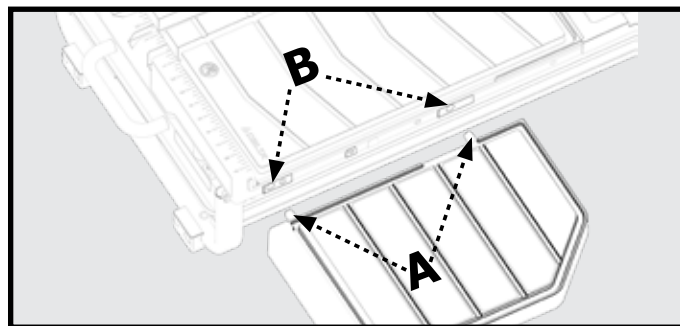

Figure 12
1. L'extension de table (12) s'installe du côté droit de la table de travail.
2. Positionnez la rallonge de table de sorte que les deux chevilles (A) soient alignées avec les trous (B) de la table de travail, comme illustré à la figure 12.